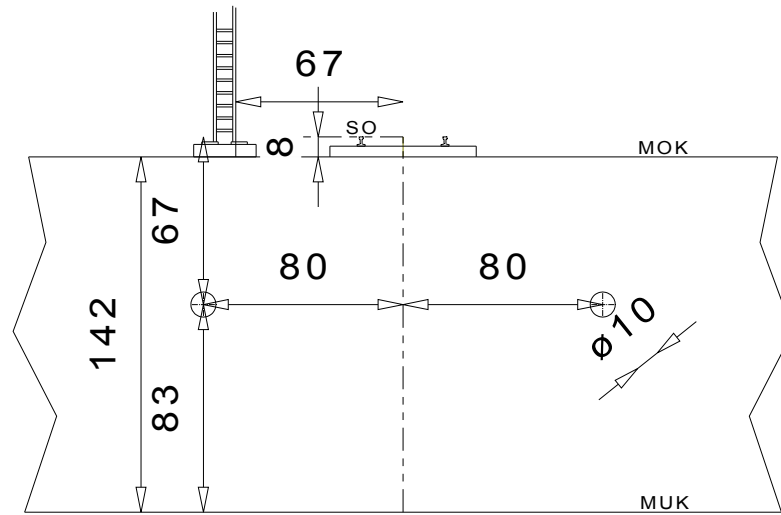

Abb.1: I-Profil
- Die Modulhöhe von der Modulunterkante (MUK) bis zur Schienoberkante (SO) beträgt mindestens 150 mm.
1. I-Profil für Industrie- und Bahnhofsgleise (Abb. 1)